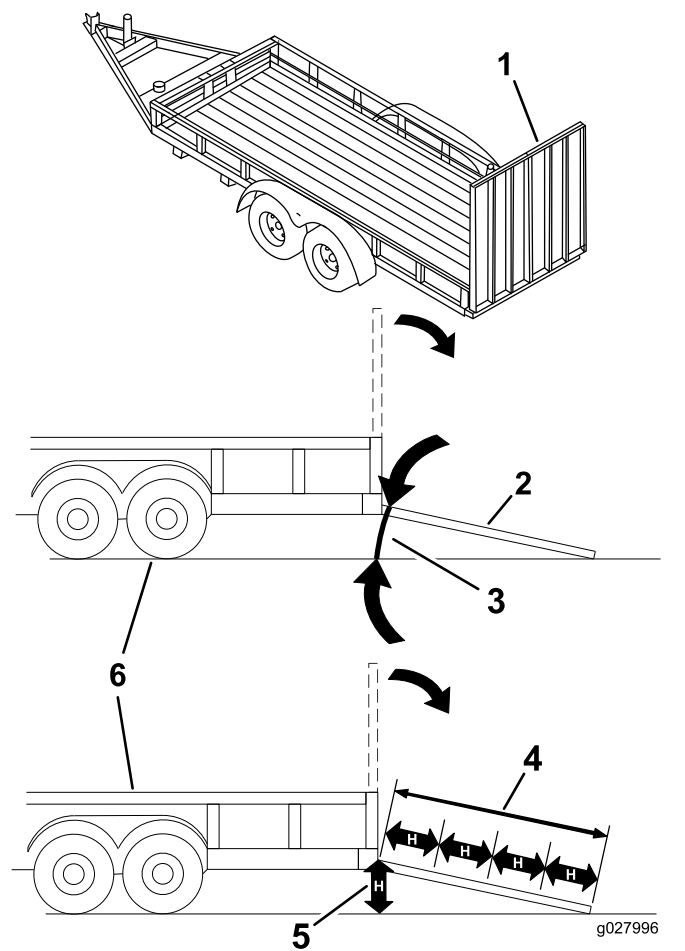

Figura 34
Colocar uma máquina num reboque ou caminhão aumenta a possibilidade de capotamento e pode provocar graves ferimentos ou morte (Figura 34).
3. Baixe a rampa, certificando-se de que o ângulo entre a rampa e o solo não é superior a 15 graus (Figura 34).
1. Baixe a rampa, certificando-se de que o ângulo entre a rampa e o solo não é superior a 15 graus (Figura 34).